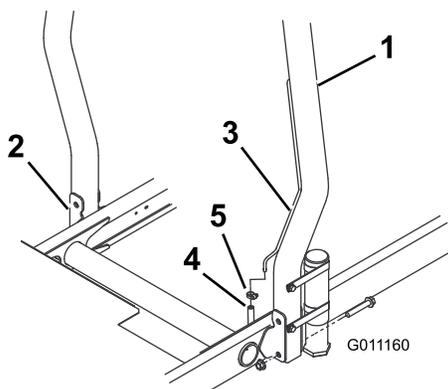

Рисунок 12
1. Опустите защитную дугу на монтажные кронштейны тягового блока, совместив монтажные отверстия. Убедитесь, что вентиляционная трубка на защитной дуге находится с левой стороны машины (Рисунок 12).
2. Прикрепите каждую сторону защитной дуги к монтажным кронштейнам с помощью двух болтов с фланцевыми головками и контргайк (Рисунок 12). Затяните крепежные элементы с моментом 81 Н·м.